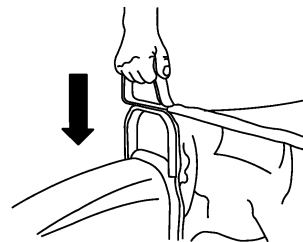

Figure 42
15. Glisser la poignée avant du sac sur la collerette de l'éjecteur (Fig. 42) et bien l'enfoncer en position.